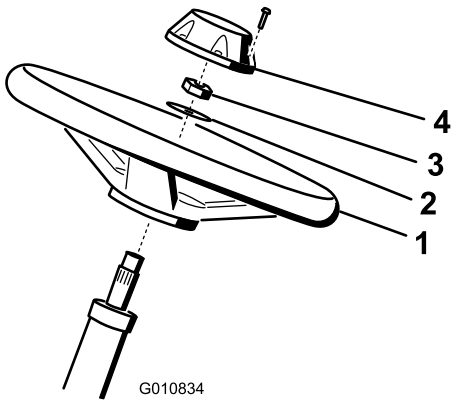

图5
1. 将方向盘滑入转向轴 图5。
2. 将垫圈滑入转向轴 图5。
3. 使用锁紧螺母将方向盘固定到转向轴上上紧扭矩至 2735N·m 图5。
4. 将中心盖安装到方向盘上并用 6 个螺栓固定 图5。